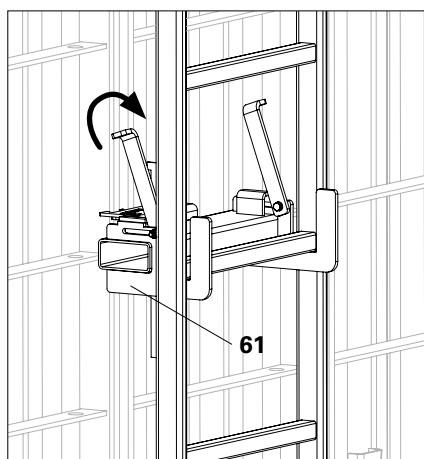

Fig. B10.03
3. Modificare la posizione del meccanismo di blocco dell'attacco scala UNO Plus. (Fig. B10.03)
4. Modificare la posizione del meccanismo di blocco dell'attacco scala UNO Plus. (Fig. B10.03)